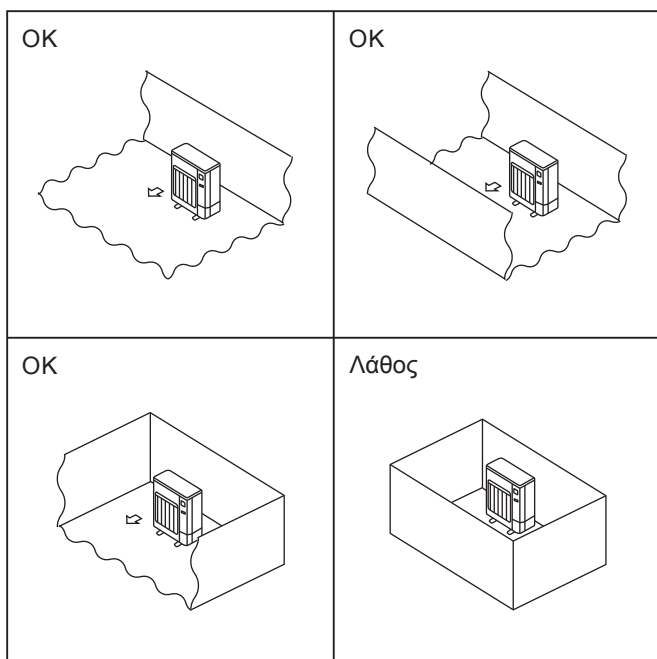

Fig. 2-2
- © Εγκαθιστάτε τις εξωτερικές μονάδες σε χώρους όπου τουλάχιστον μία από τις τέσσερις πλευρές είναι ανοικτή και σε επαρκώς μεγάλους χώρους χωρίς συμπίεσις. (Fig. 2-2)